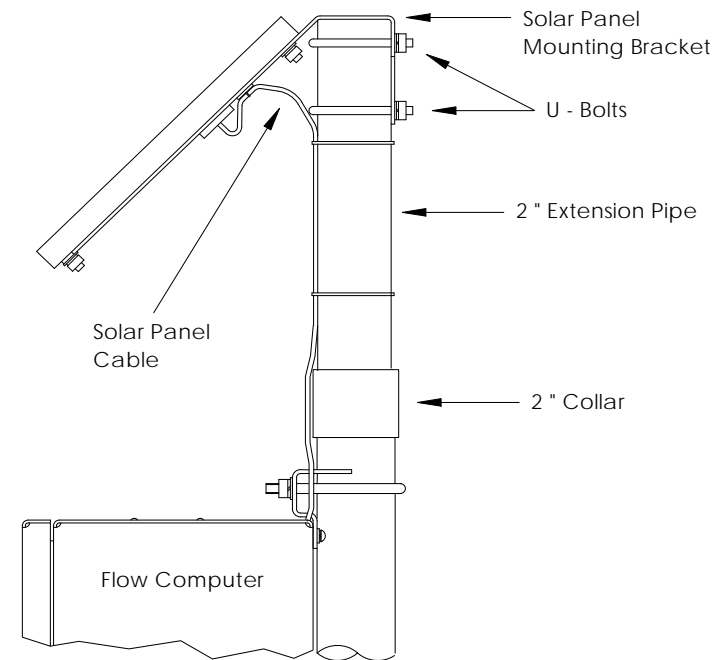

Figure 4 (installation du panneau solaire)
- Fixez un collier de canalisation de 5 cm dans le haut de la canalisation d'installation du μ FLO. Serrez fermement. (Voir figure 4.)